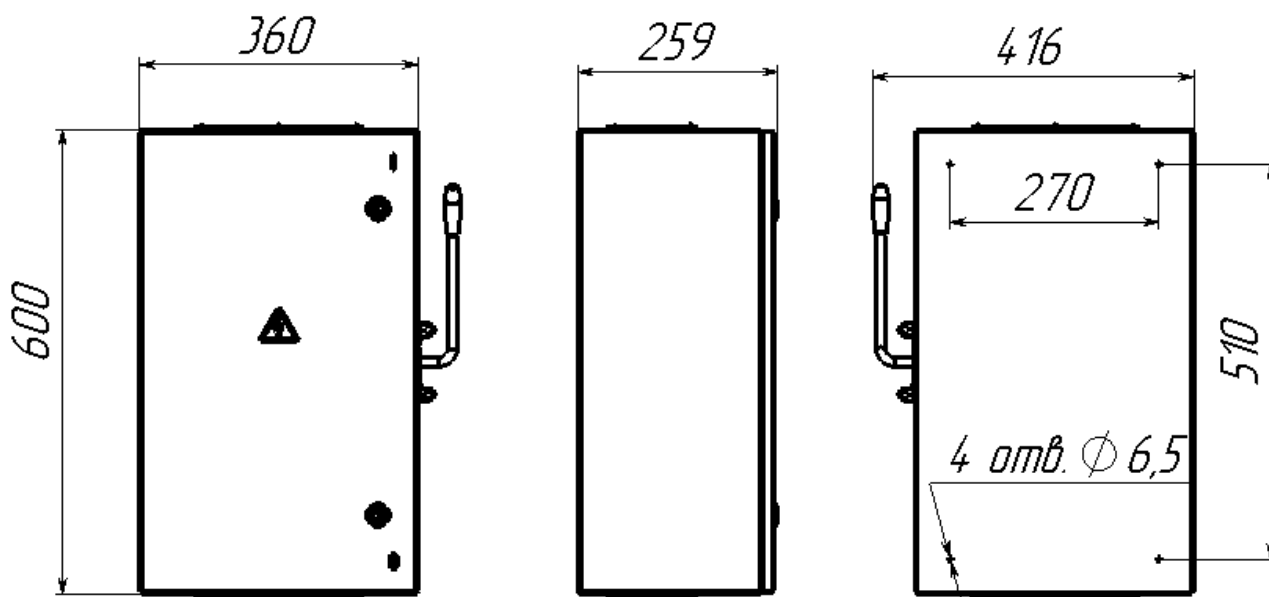

Рис.1. Внешний вид, габаритные и установочные размеры корпуса ящика силового ЯБПВУ-250-31-УЗ-Узола.
2.13. Габаритные и установочные размеры	- см. рис.1;